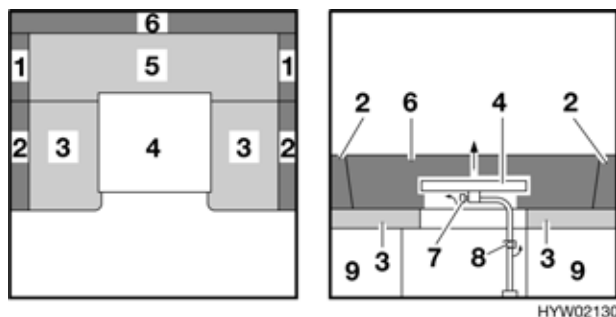

Fig. 96 Prima della trasformazione
- Svitare la vite di fissaggio (Fig. 96,7) sul lato inferiore del tavolo e sollevare il piano del tavolo (Fig. 96,4).
- Svitare la vite di fissaggio (Fig. 96,8) del piede del tavolo ed estrarre l'alto il piede del tavolo dal supporto.